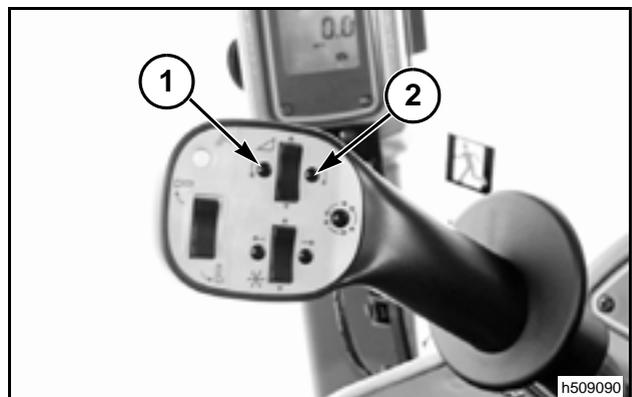

FIG. 109
FIG. 109: Cuando la perilla izquierda (1) es presionada, el cabezal inclinará hacia izquierda. Cuando la perilla derecha (2) es presionada, el cabezal inclinará hacia derecha. Cuando se suelta la tecla, el cabezal se detendrá en esa posición.